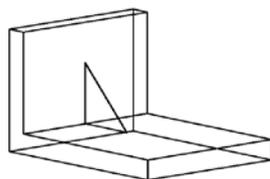

图 17.11.7 绘制三角形
(2) 绘制图 17.11.7 所示的二维三角形。选择下拉菜单 **绘图(D)** → **直线(L)** 命令, 在命令行中输入起点坐标 (0,0) 后按 **Enter** 键, 接着输入第二点坐标 (0,30) 后按 **Enter** 键, 输入第三点坐标 (30,0) 后按 **Enter** 键, 输入字母 **C** 后按 **Enter** 键。